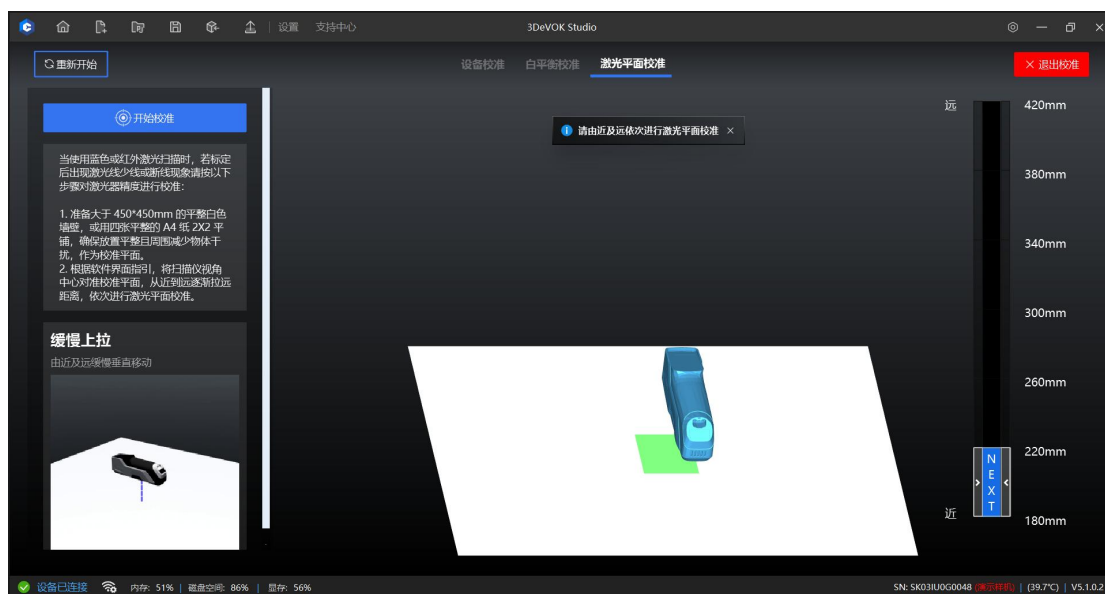

图 6-6 激光平面校准软件截图示意图
2、点击软件左上侧的“开始校准”按钮或点击扫描仪触摸屏  按钮，按照软件指引，进行激光平面校准（图 6-6）。